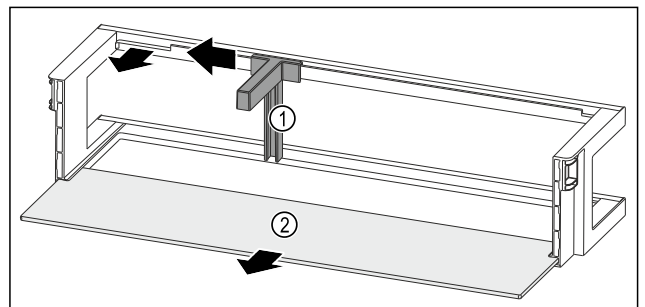

Fig. 92 Balconnet de contre-porte avec porte-bouteilles et tablette de rangement
- ▶ Pousser le porte-bouteilles Fig. 92 (1) sur le côté jusqu'à l'évidement.
- ▶ Retirer le porte-bouteilles Fig. 92 (1).
- ▶ Retirer la tablette de rangement Fig. 92 (2).